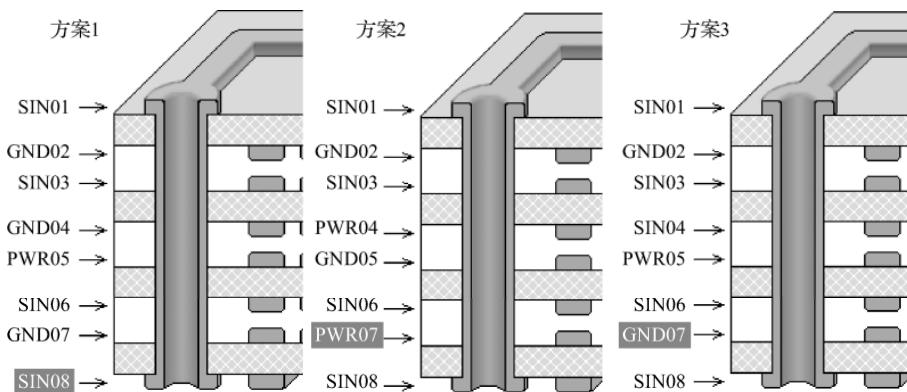

图 8-37 常见的 8 层板的层叠推荐方案
(3) 常见的 8 层板的层叠推荐方案如图 8-37 所示，优选方案 1 和方案 2，可用方案 3。